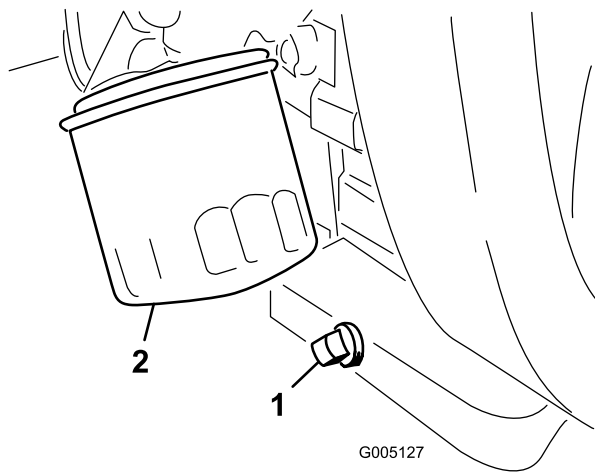

Bild 44
1. Entfernen Sie die Ablassschraube (Bild 44) und lassen das Öl in ein Auffanggefäß ab. Schrauben Sie die Ablassschraube wieder ein, nachdem das Öl abgelaufen ist.
2. Entfernen Sie den ÖlfILTER (Bild 44). Ölen Sie die neue Dichtung am ÖlfILTER leicht mit frischem Öl ein.